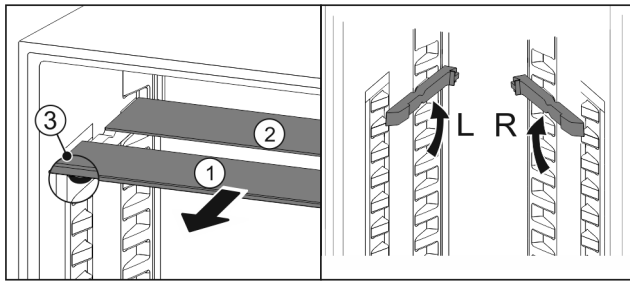

Fig. 90
- ▶ Glasplaten afzonderlijk vanaf de voorkant eruit trekken Fig. 90 (1).
- ▷ Glasplaat Fig. 90 (1) met sierlijst licht voor.
- ▷ Stops Fig. 90 (3) zijn naar onder gericht.